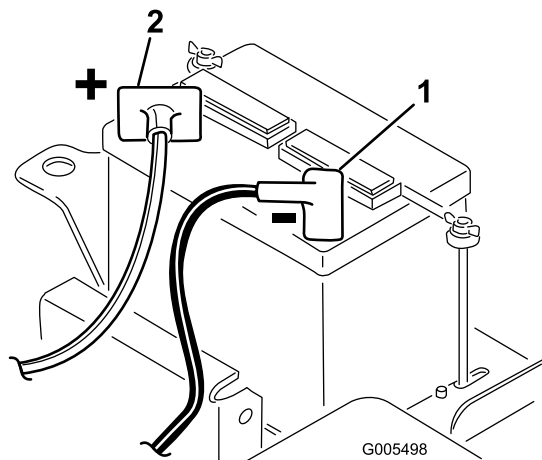

Figure 10
- Branchez le câble de batterie positif (rouge) entre le solénoïde de démarreur et la borne positive (+) de la batterie (Figure 10). Serrez-le avec une clé et enduisez la borne de vaseline. Vérifiez que le siège ne touche pas le câble quand il est reculé au maximum, car il risquerait de l'user ou de l'endommager.